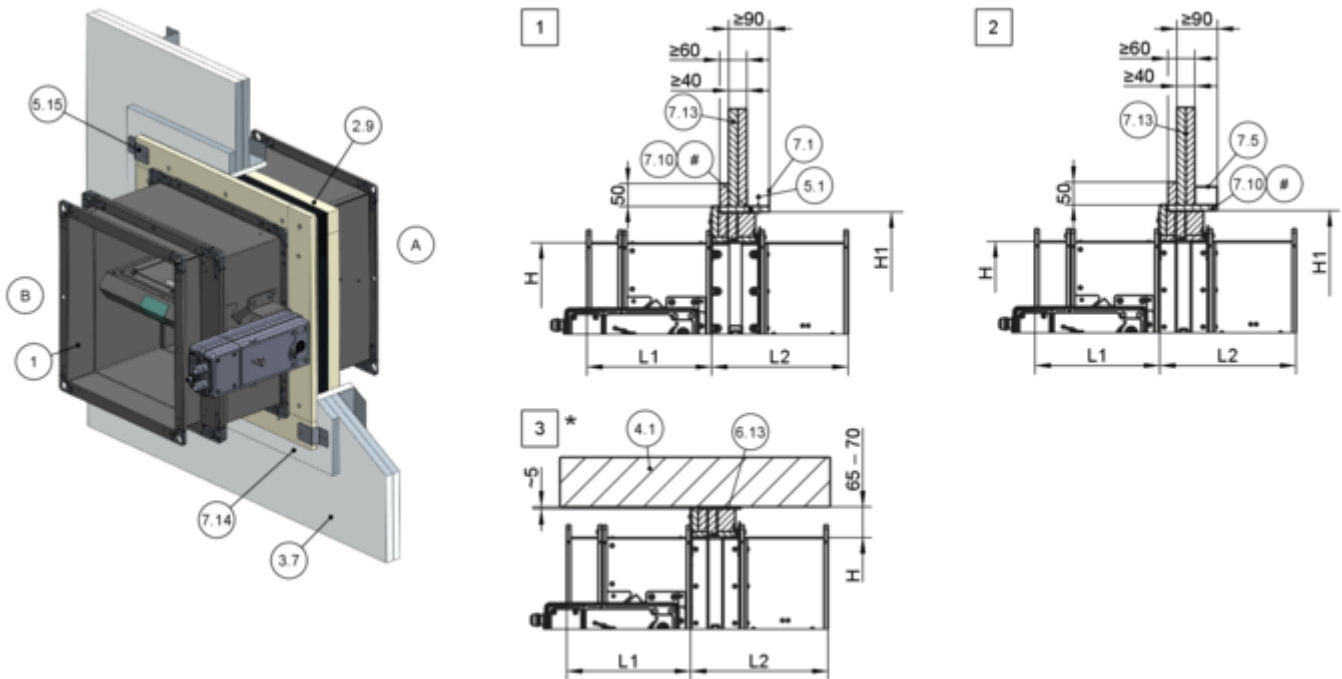

Abb. 48: Trockeneinbau mit Einbausatz 3 KES in Schachtwand mit Metallständer
- Abstand der Brandschutzklappe mit gekürztem Einbausatz konstruktionsbedingt 65 – 70 mm zu tragenden Bauteilen, siehe Abb. 48 Detail